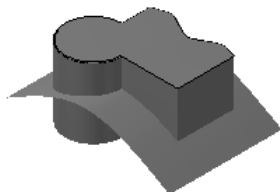

图 7.5.8 修改属性效果
Step5. 单击 按钮完成圆弧属性分析的操作，如图 7.5.8 所示。